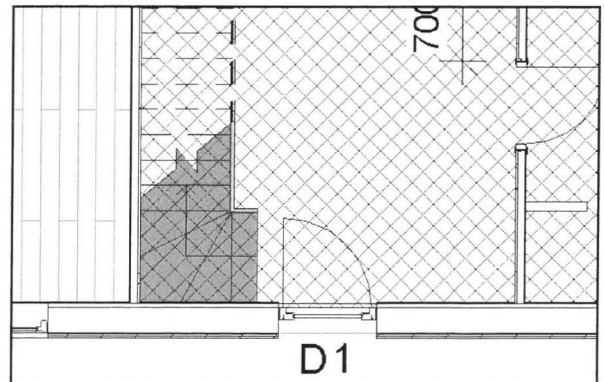

Fig. 10.47. Trappen er placeret i entréen.
- Trappen er nu placeret inde i huset (Fig. 10.47).